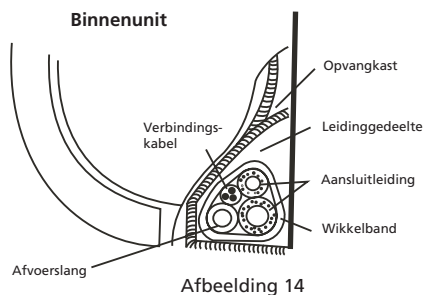

Afbeelding 13
- Binnendeel: Draai de wartelmoer eerst met de hand vast aan de leidingen van het binnendeel en draai de wartelmoer vervolgens met een steeksleutel en een momentsleutel vast zoals getoond in Fig. 13.
tendeel en draai de moer vervolgens met een steeksleutel en een momentsleutel vast zoals getoond in fig. 13.